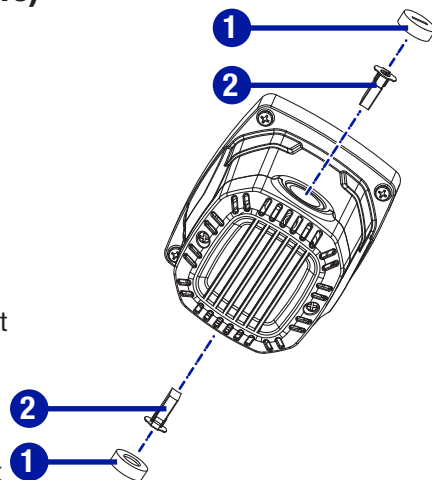

Fig. 19
- Fixez de nouveau le protège-disque inférieur en serrant la vis cruciforme (2) et en descendant le protège-disque inférieur.
**REEMPLACER LES BALAIS DE CARBONE (Fig. 19)**